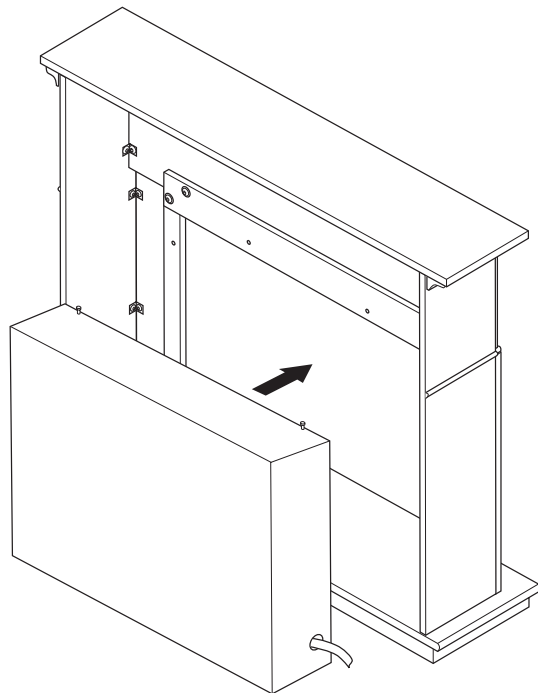

Figura 6 - Instalación de la chimenea
- Coloque la chimenea dentro de la repisa (consulte la figura 6. Con cuidado coloque las líneas de gas. **IMPORTANTE:** tenga cuidado al colocar la chimenea sobre la base. La base se podría raspar fácilmente. Compruebe que la chimenea esté en la posición correcta dentro de la abertura de la repisa antes de proseguir con la instalación.